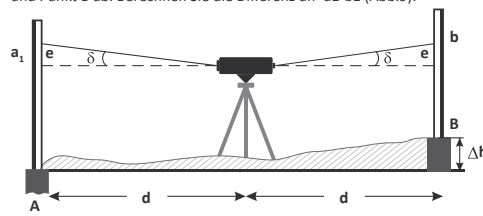

Abb. 9
a) Stellen Sie das Nivelliergerät in der Mitte zwischen zwei Nivellierlaten auf, die ca. 50 m voneinander entfernt sind. Lesen Sie die Höhe an Punkt A und Punkt B ab. Berechnen Sie die Differenz $dh = a_1 - b_1$ (Abb.9).